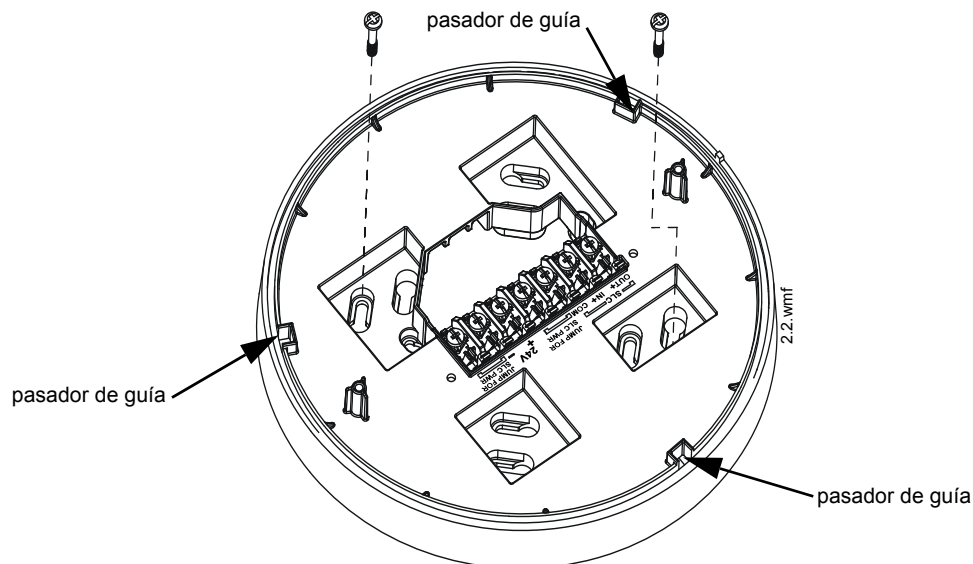

Figura 3.3 Placa de montaje para el controlador de video inalámbrico
2. Monte la placa de montaje en la caja de conexiones eléctricas o en el techo. Ver Figura 3.3 a continuación.